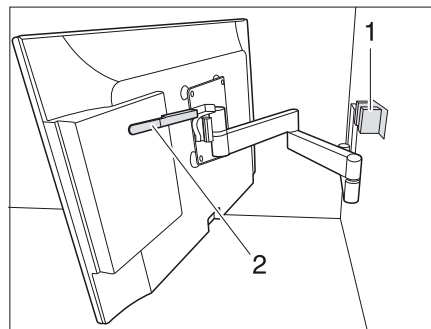

Fig. 8 Support à bras articulé
- Rabattre l'écran plat dans la position de départ et le verrouiller dans le blocage (Fig. 8, 1).